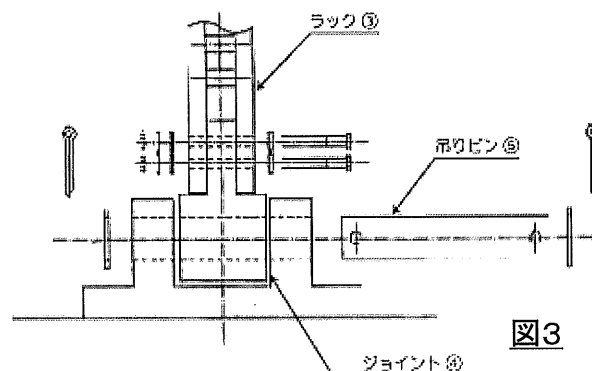

図3
2-1-3. ジョイント④を吊りピン⑤を用いてゲートに連結します。（図3）
2-1-8. 屈曲ラック③をジョイント④の所まで降ろして連結します。(図3)
ゆっくり降ろして連結します(図3)